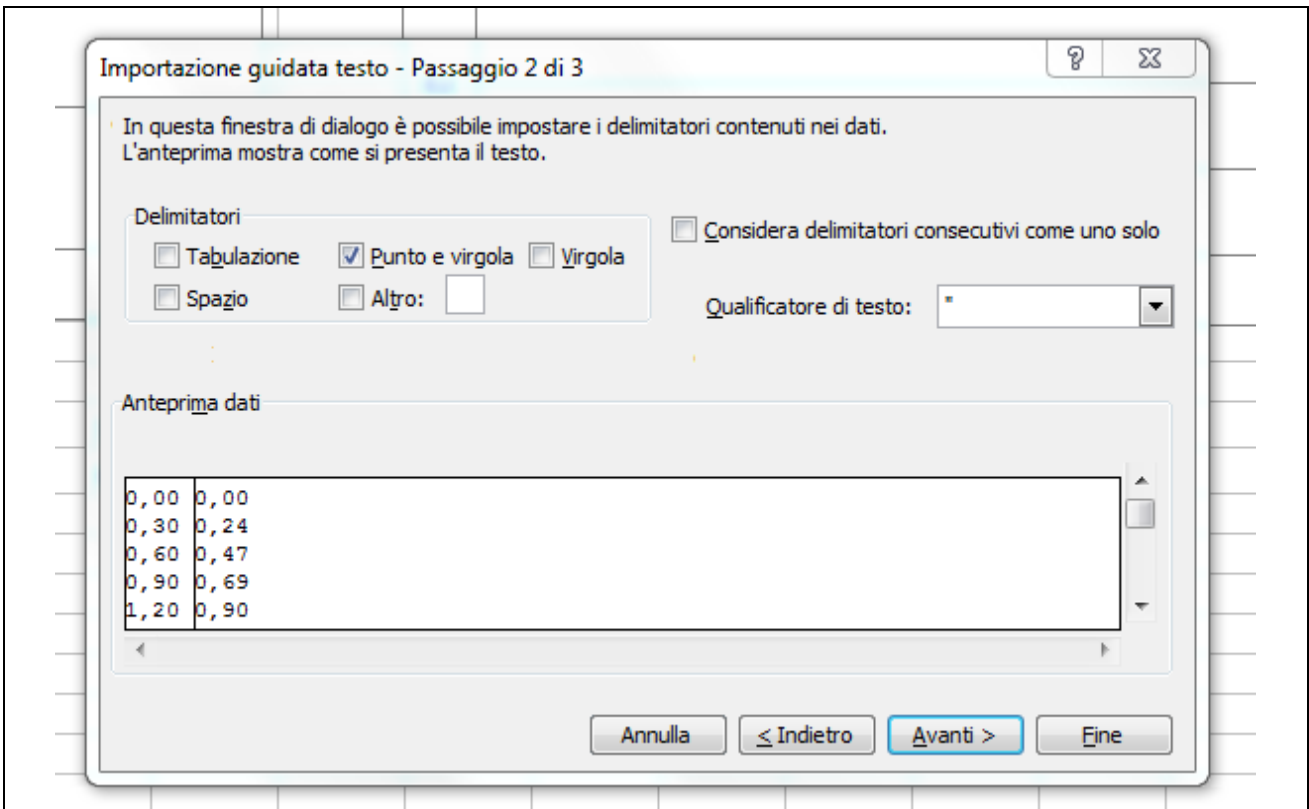

Figura 19 – Secondo passaggio per l'importazione in Excel di un file dati esterno
- Appare la maschera di figura 19. Accertarsi che ci sia la spunta sul separatore corretto, nel nostro caso il punto e virgola e cliccare su Avanti>.